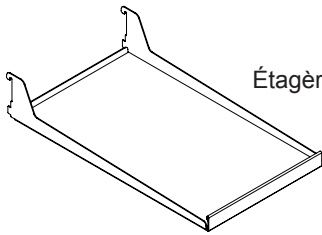

Figure 30
- (2) étagères en porte-à faux, encadrement et verre (Voyez la Figure 30).
- (1) étagère en porte-à faux, demi-largeur en verre (Voyez la Figure 30).